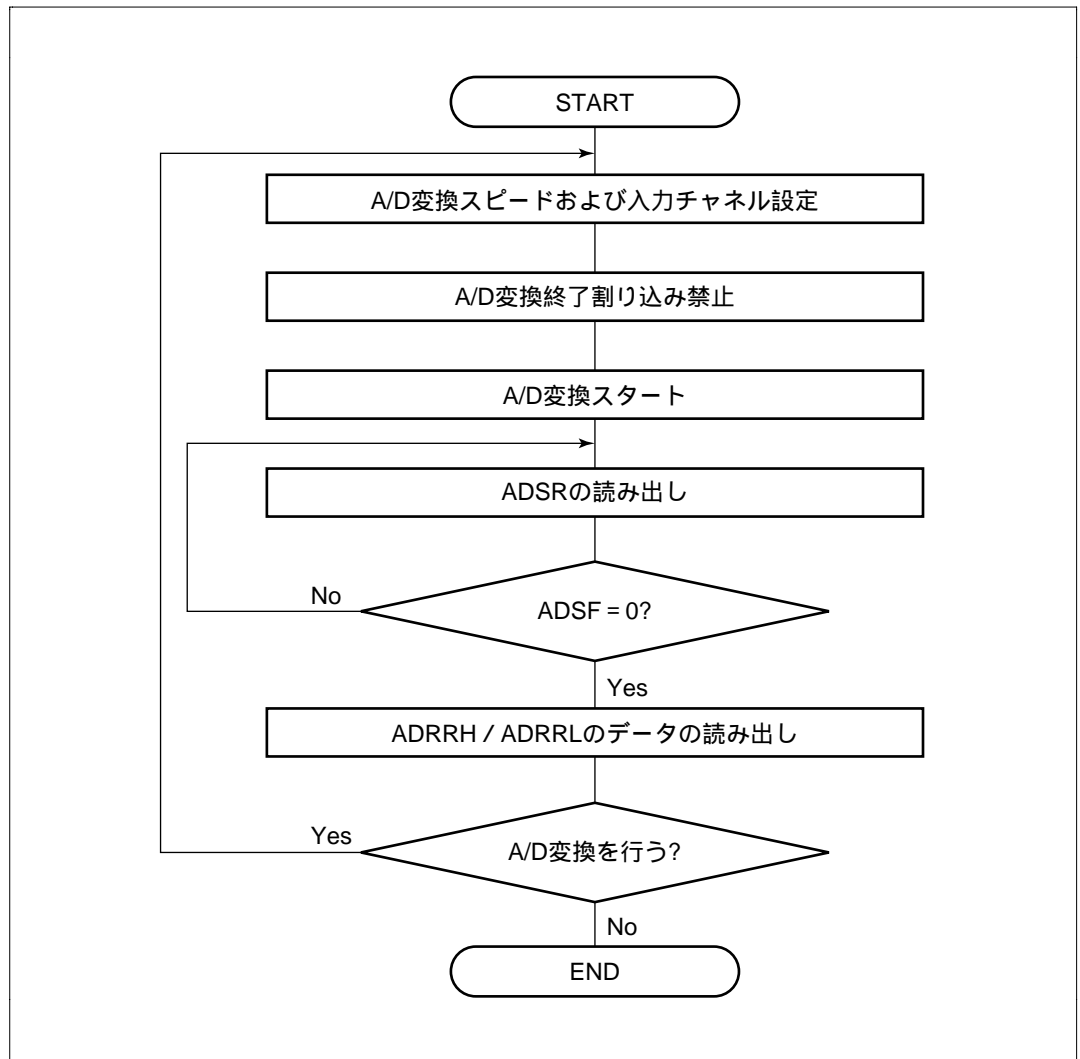
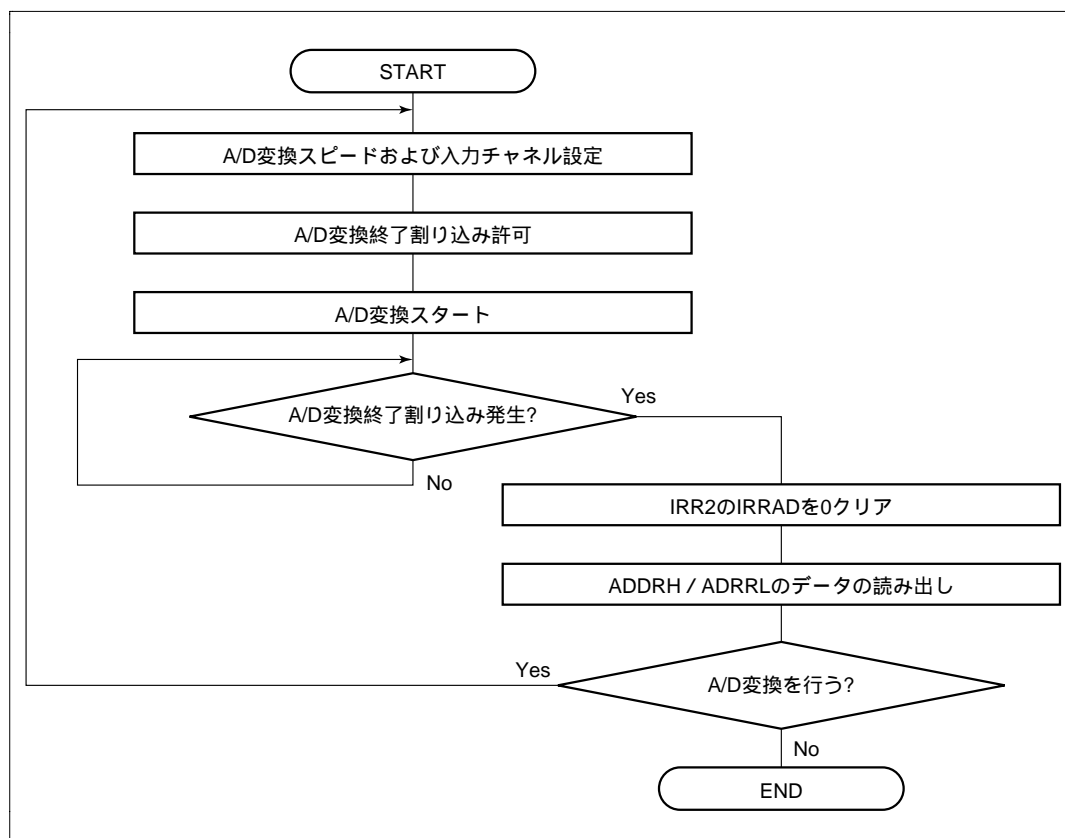

図 12.4 A/D変換器の使用手順の概念フロー
図 12.5 A/D 変換器の使用手順の概念フロー
- (1) 入力チャンネルを AN_1 (AMR の CH3 ~ CH0 を "0101")、IENAD = 1 に設定して、A/D 変換を開始 (ADSF = 1) します。
- (2) A/D 変換が終了すると、IRRAD が 1 にセットされ、A/D 変換結果が ADRRH と ADRL に格納されます。同時に ADSF = 0 となり、A/D 変換器は変換待機となります。
- (3) IENAD = 1 となっているため A/D 変換終了割り込み要求が発生します。
- (4) A/D 割り込み処理ルーチンが開始されます。
- (5) A/D 変換結果を読み出して、処理します。
- (6) A/D 変換処理ルーチンの実行が終了します。
この後、ADSF = 1 にセットすると A/D 変換が開始され (2) ~ (6) を行います。A/D 変換器の使用手順の概念フローを図 12.4、図 12.5 に示します。